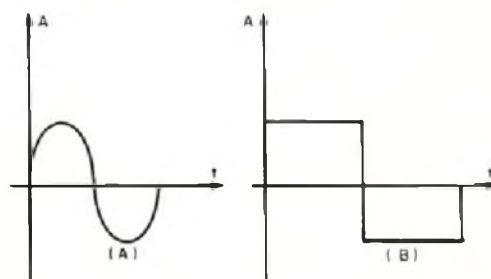

FIGURA 2
A outra característica do som é o TIMBRE. É ele que nos permite distinguir um instrumento musical de outro. O timbre, do ponto de vista físico, é a forma da onda sonora. Suponhamos dois sons de mesma freqüência como mostra a figura 2. Em A temos uma onda senoidal e em B uma onda retangular. Se ouvirmos estes sons, iremos sentir que o som B é mais agressivo do que o A, é o mesmo que ouvir o som do escapamento de uma motocicleta (B) e de uma flauta (A). Esta diferença é o que chamamos de timbre.
Voltemos a figura 2; em A temos uma senóide, por exemplo 500 HZ. Este som nos dará uma sensação suave de 500HZ, 1500HZ, 2500HZ, 3500HZ, 4500HZ, etc. logo ao ouvirmos esta onda, ele a nos parece mais agressiva, pois possui vários sinais senóides tocados ao mesmo tempo. É exatamente esta quantidade de harmônicos e suas proporções (freqüências e ampliadores) que denominamos fisicamente de "CONTEÚDO HARMÔNICO" e musicalmente de TIMBRE.